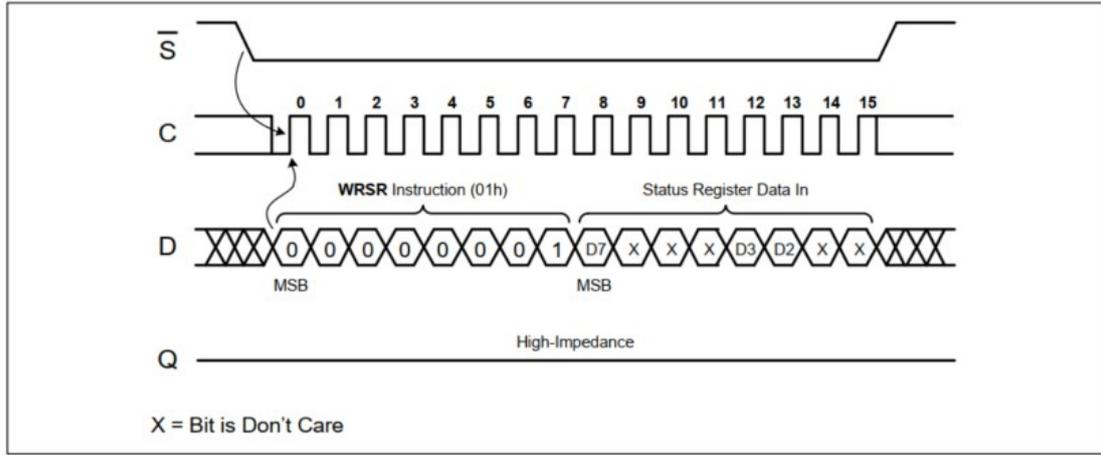

图 4-4 写入状态寄存器
写入状态寄存器 (WRSR) 指令使 SPI 主机能够更改状态寄存器的选定位。在启动 WRSR 指令之前，必须执行 WREN 指令以将 WEL 位设置为逻辑“1”。WRSR 指令是通过驱动芯片选择 (S) 低，然后是指令字节 (01h) 和串行数据输入 (D) 上的数据字节，然后驱动芯片选择 (S) 高来实现的。芯片选择必须在锁存在数据字节第八位的串行时钟 (C) 上升沿之后和串行时钟 (C) 下一个上升沿之前驱动为高电平（见图 4-4）。否则，将不执行 WRSR 指令。